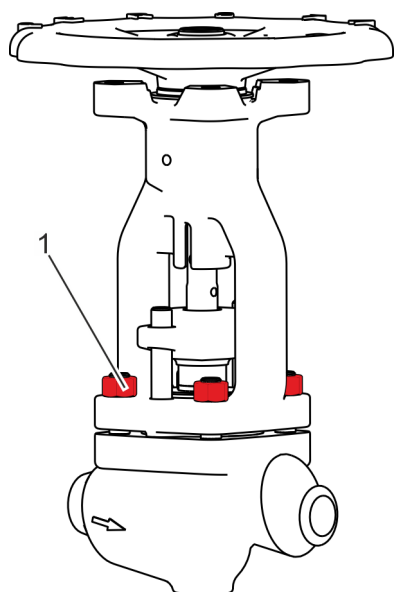

Fig. 50: Soltar las uniones roscadas del bonete
- 45. ▶ Suelte y retire las tuercas del bonete (Fig. 50/1).